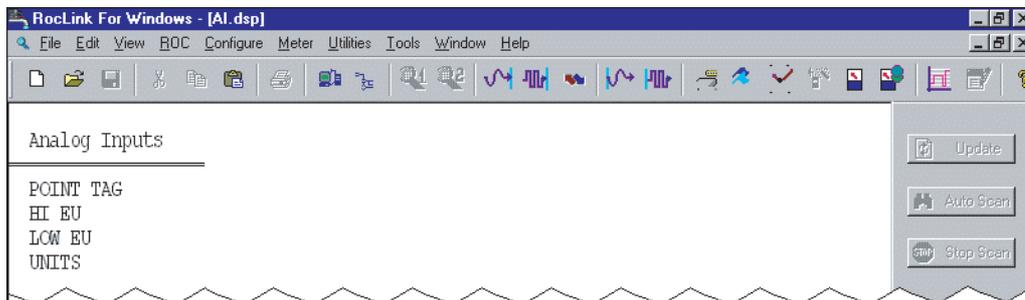

Figure C-5. Nova Exibição, Exemplo 4
14. Altere para **Character Set 2** e adicione o restante do **texto** na tela mostrada na Figura C-5.